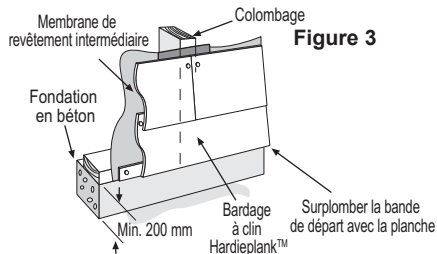

Figure 3
- Les produits James Hardie doivent être installés à une distance d'au moins 200 mm de la surface finie du sol à l'extérieur du bâtiment, conformément aux exigences du volet 9.27.2.4 du CNB (figure 3).